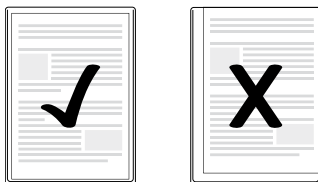

Bild 1
- ▶ Se till så att det finns ett avstånd på minst två mm mellan plastfickans och dokumentets kanter, så som visas på bild 1.